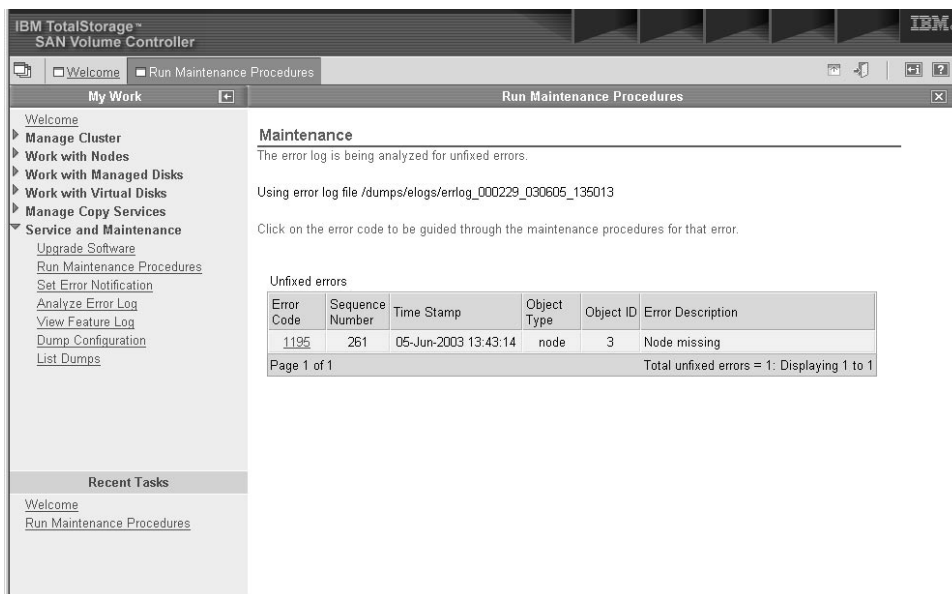

图 50. 启动分析时显示的内容的示例
2. 在 Maintenance Procedures 面板上，单击 Start analysis 来显示如图 50 中所示的内容。
第 34 页的图 50 显示了没有修正的错误的列表。此示例显示只有一个错误需要修复。此列表可以包含需要修复的任意数量的错误。列表最上面的错误拥有最高的优先级，始终应最先修正。如果没有最先修正较高优先级的错误，您可能也无法修正较低优先级的错误。